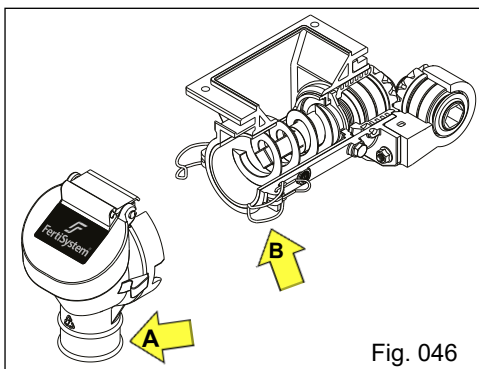

Fig. 046
- Desmonte o bocal "A", através do engate rápido "B" (Fig. 046).